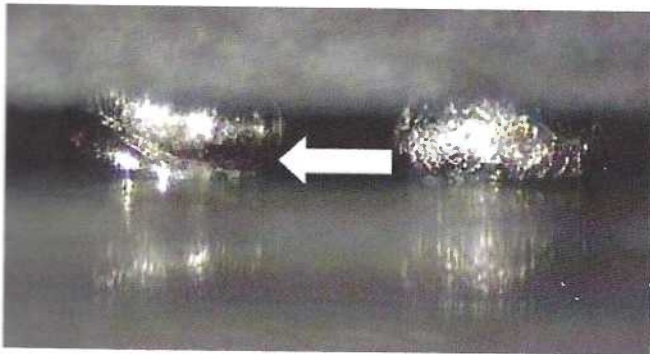

Bild 8-163
- Kugel ist nicht mit Lot benetzt und „sitzt“ auf dem Lot (Head-in-Pillow), siehe Bild 8-163.